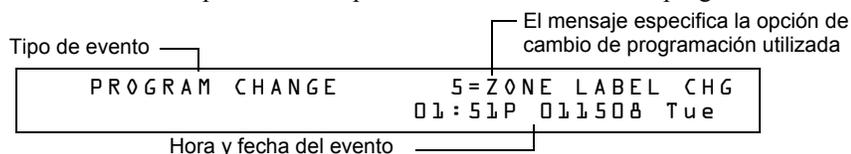

Figura 4.18 Ejemplo de pantalla Evento de cambio de programación
- Entradas de programación (Program Change [cambio de programación] y Status Change [cambio de estado], pero no entradas de lectura de estado) junto con un número (0-9) que indica el menú secundario de programación (por ejemplo, 0= borrar). Para visualizar un ejemplo, consulte la figura 4.18.